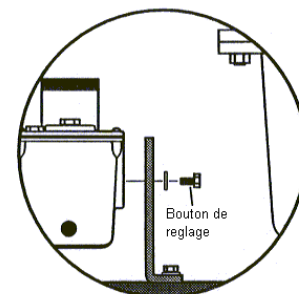

Figure 2B
2. Fixer le LM300 au support en utilisant les 2 boulons 3/8-16 UNC x 25 mm fournis (Figure 2B). **NE PAS** serrer trop fort car il faudra être en mesure de modifier la fixation du LM300 pour le placer dans sa position finale.